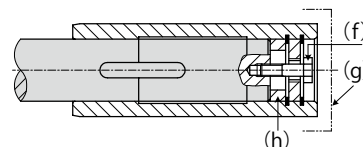

図5-12 特殊な場合の抜け止め
(4) 特殊な場合の抜け止め
- ①被動軸が図5-12のように段がない場合、ディスタンスリング(h)を使用して固定してください。